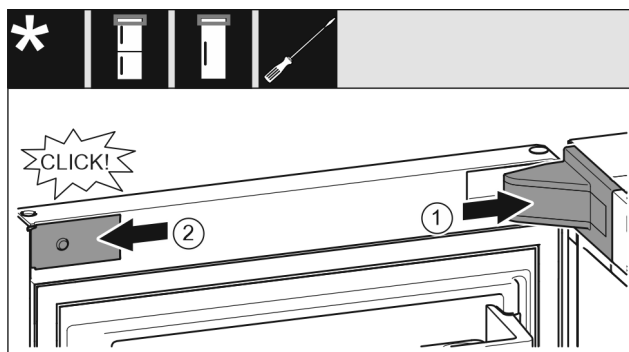

Fig. 23
- Nasadte a zaklapněte kryt stojanu ložiska Fig. 23 (1), příp. opatrně přitlačte od sebe.
- Z boku nasadte zásepku Fig. 23 (2) a zaklapněte.